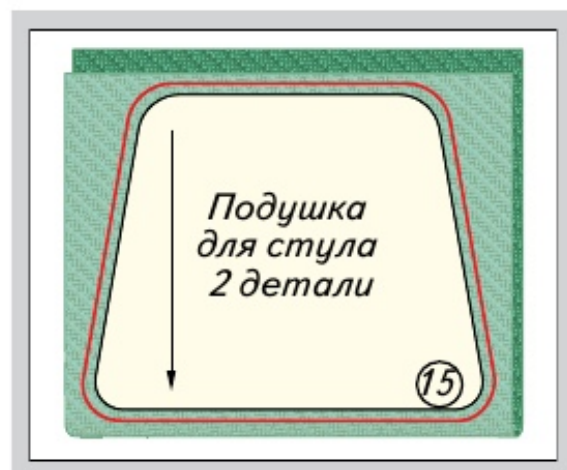

Рис. 139. Раскладка выкройки подушки для стула на ткани
1. Выкроить детали с припусками на швы 15 мм по всем срезам, совместив стрелку на выкройке с долевой нитью ткани (рис. 139).